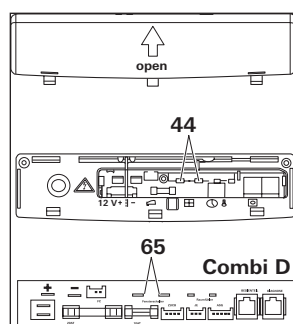

Bild 3
– Bild 3: Truma Combi (D):
– Fig. 3: Truma Combi (D):
– **Figure 3 : Truma Combi (D) :**